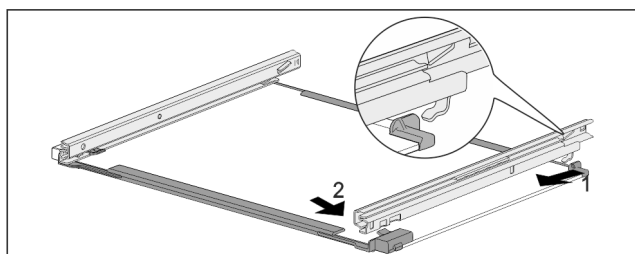

Fig. 242 Pllaka e xhamit me shinat
- ▶ Kapni shinën në kapëse në pjesën prapa. Fig. 242 (1)
- ▶ Kapni shinën në kapëse në pjesën përpara. Fig. 242 (2)